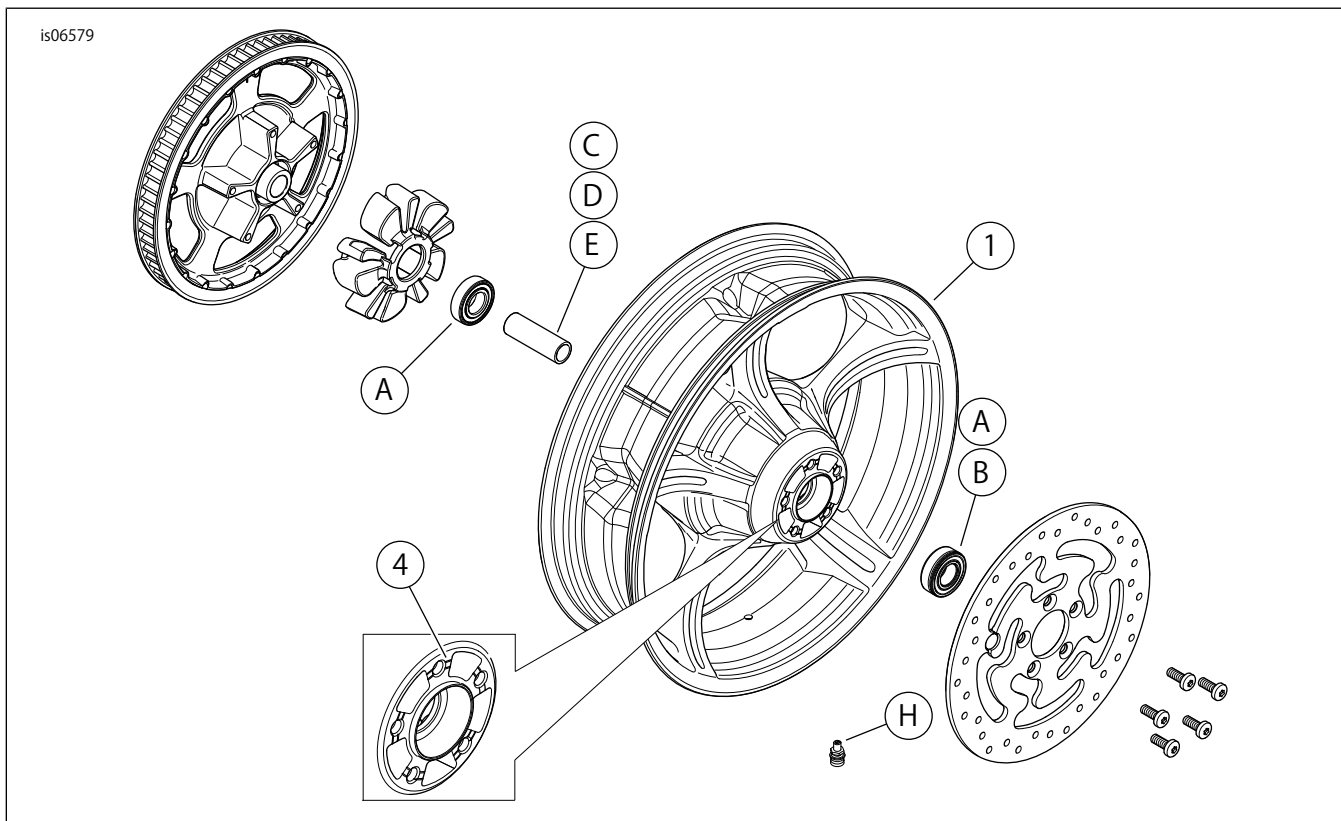

図1. 交換用パーツ: アナークーリアホイール
これらのキットには、カスタムホイールのみ付属します。「図1」および「表2」を参照してください。
2. 「図1」を参照してください。バルブシステムアッセンブリー(H)をホイールに取り付けます。サービスマニュアルの「タイヤ」を参照してください。